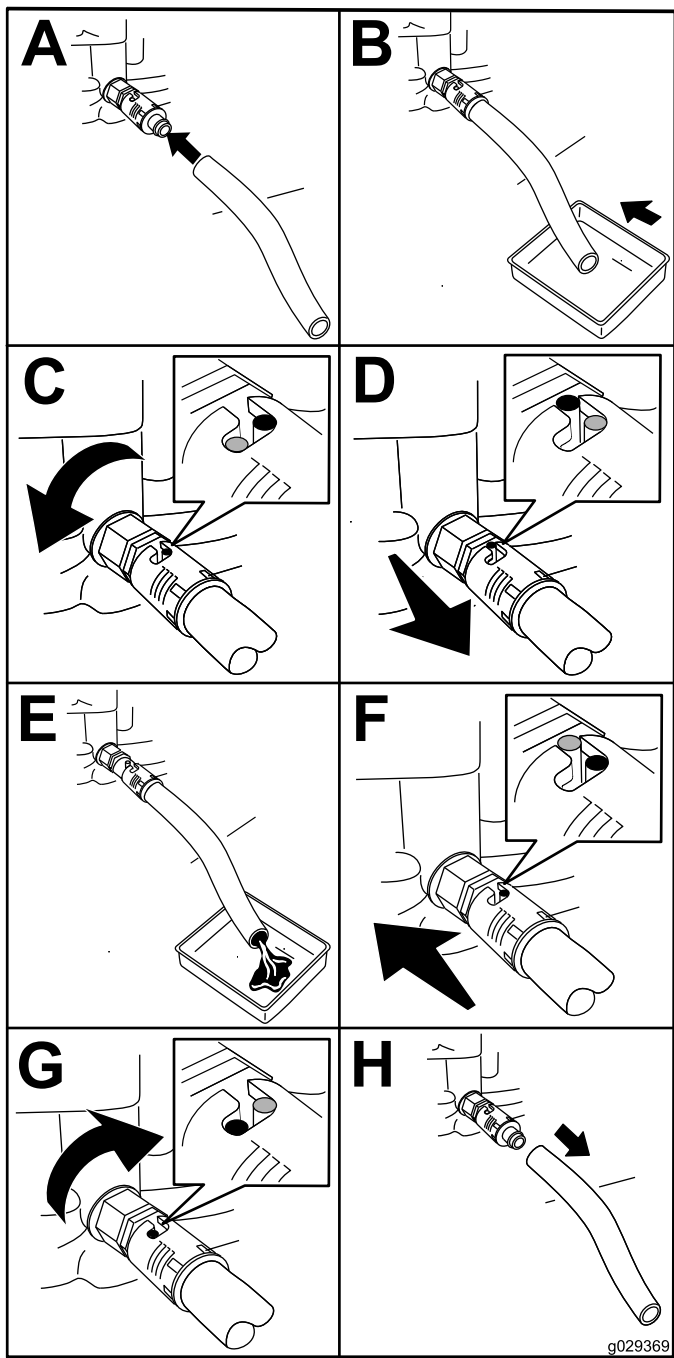

Рисунок 29
1. Установите сливной шланг на сливной клапан (Рисунок 29).
2. Поместите другой конец шланга (Рисунок 29) в сливной поддон емкостью 1 литр.
3. Поверните маслосливной кран на $\frac{1}{4}$ оборота против часовой стрелки и дождитесь полного слива масла из двигателя (Рисунок 29).
4. Поверните маслосливной кран на $\frac{1}{4}$ оборота по часовой стрелке, чтобы закрыть кран (Рисунок 29).
5. Снимите сливной шланг (Рисунок 29) и удалите все пролитое масло.